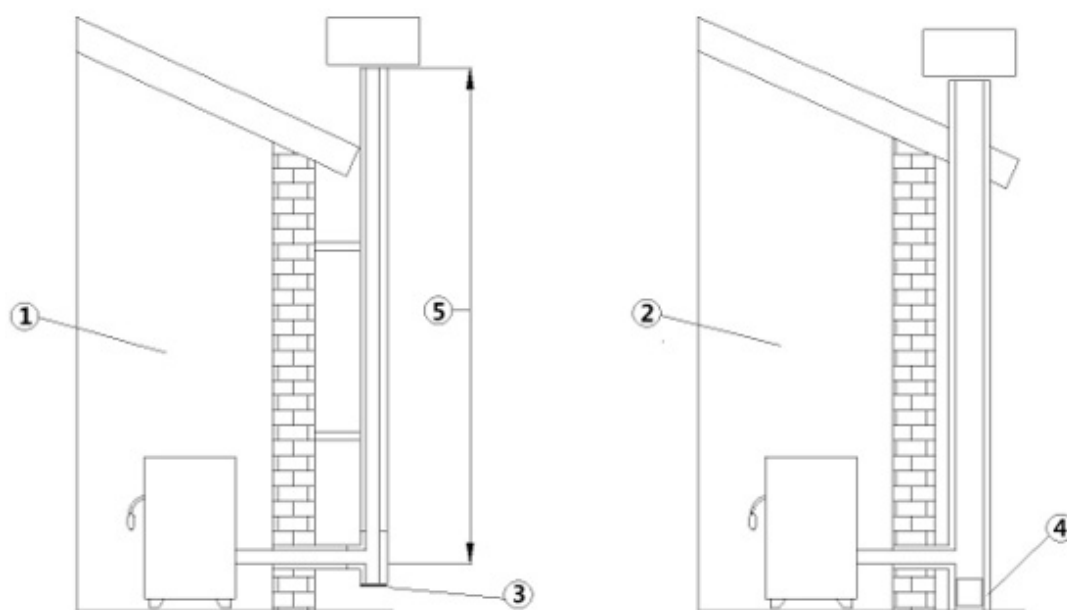

Fig. 2 - Condução de evacuação de fumos
LEGENDA	Fig. 2
- A conduta de evacuação de fumos deve ser individual (ver **Fig. 2**) com tubos inox isolados (1) ou em uma chaminé já existente (2).
- Ambas as soluções devem ter uma tampa de inspeção (3) e/ou porta de inspeção (4).